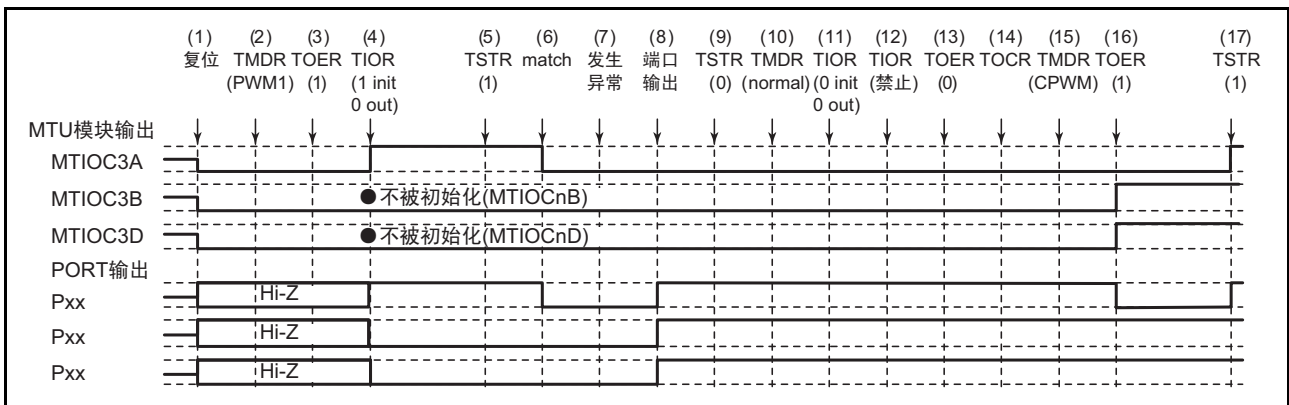

图 16.151 在 PWM 模式 1 中发生异常并且在互补 PWM 模式中恢复的情况
在 PWM 模式 1 中发生异常并且重新设定后在互补 PWM 模式中重新开始时的说明图如图 16.151 所示。
- (1) ~ (13) 和图 16.151 通用。
- (14) 必须通过 TOCR1A、TOCR2A 寄存器选择复位同步 PWM 的输出电平以及允许或者禁止周期输出。
- (15) 设定复位同步 PWM。
- (16) 必须通过 TOERA 寄存器允许 MTU3 和 MTU4 的输出。
- (17) 通过 TSTRA 寄存器重新开始。